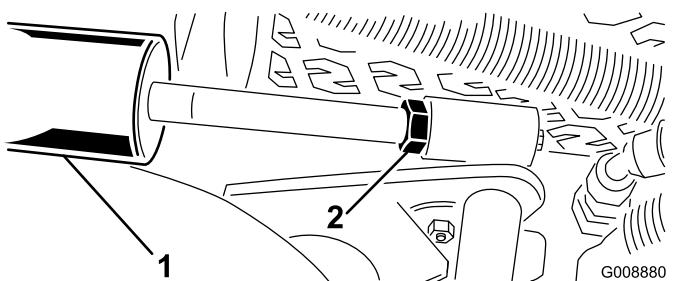

Figura 31
- Afloje la tuerca autoblocante del cilindro de elevación (Figura 31).